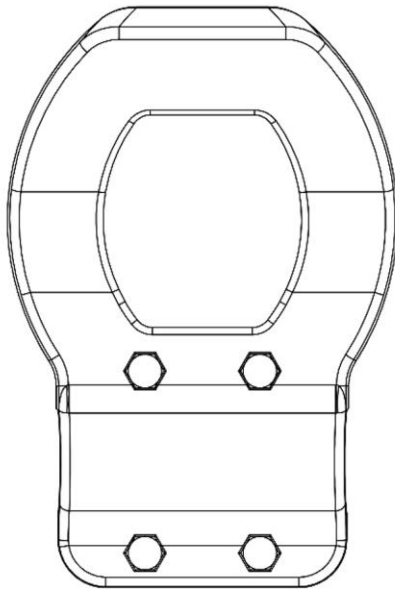

Fig. 1c
- fig. 1c – uchwyt w rzucie z przodu w pierwszej odmianie;